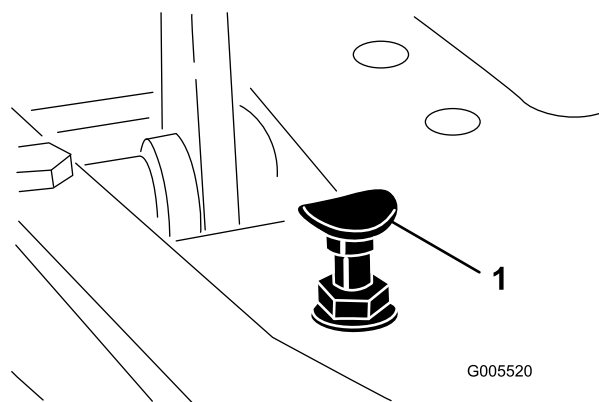

図 42
モードレバーを移動走行位置にセットし、ペダルを一杯に踏み込めば最高速度となります。ケーブルに張力が掛かる前にペダルがストップ図 42 に当たる場合には調整が必要です。
- モードレバーを移動走行位置にセットし、ペダルストップを固定しているロックナットをゆるめる図 42。